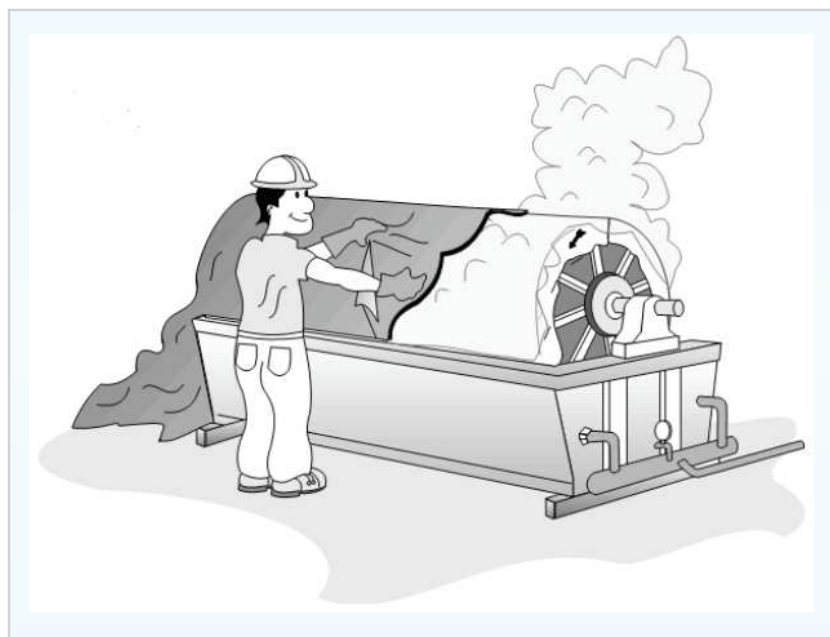

Figura 1: Método da água quente.
- **Método da água quente:** o processo de encolhimento é feito através da imersão da tela em um tanque de água aquecida por vapor. Se necessário for, pode-se fechar a capota do tanque ou cobrir o filtro evitando a perda de calor e, conseqüentemente, decréscimo de temperatura, conforme mostra a figura 1.